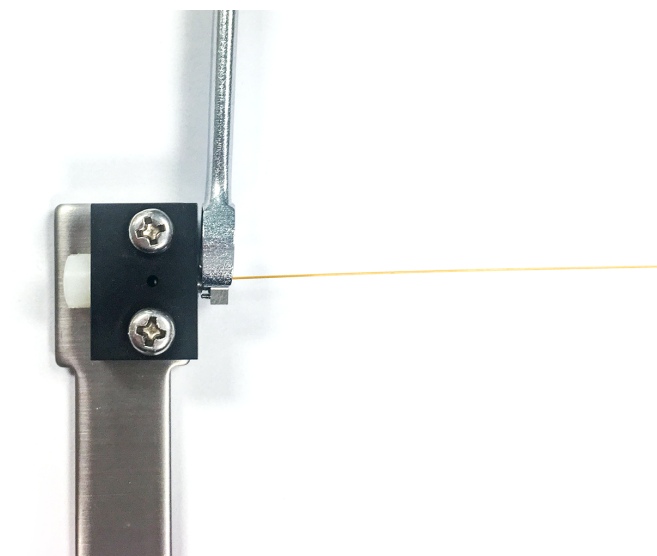

Figura 11. Apriete la tuerca interna
- c. Compruebe si la férula se está agarrando a la columna. En caso afirmativo, pare. De lo contrario, siga apretando la tuerca interna en pequeños incrementos de 5 a 15 grados. Después de cada incremento, compruebe si la férula se está agarrando a la columna. Pare en cuanto se produzca el agarre. Consulte la **Figura 11**.